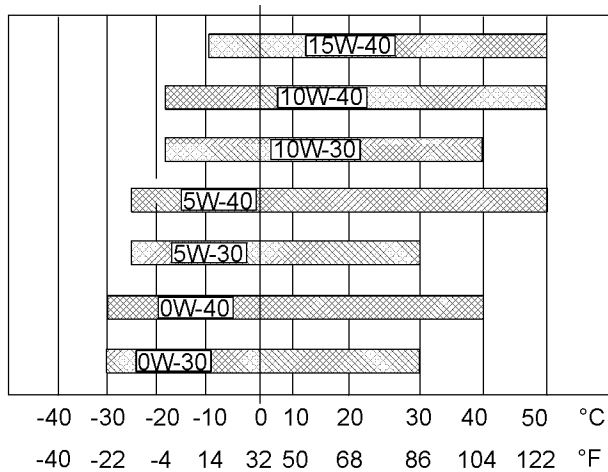

Ilustración 22
Consulte la Ilustración 22 (temperatura mínima) para determinar la viscosidad necesaria del aceite para arrancar un motor frío.
Consulte la Ilustración 22 (temperatura máxima) para seleccionar la viscosidad de aceite para la operación del motor a la temperatura ambiente más alta esperada.
- Consulte las “viscosidades de lubricante” correctas. Consulte la Ilustración 22 para encontrar el grado correcto de viscosidad de aceite para su motor.